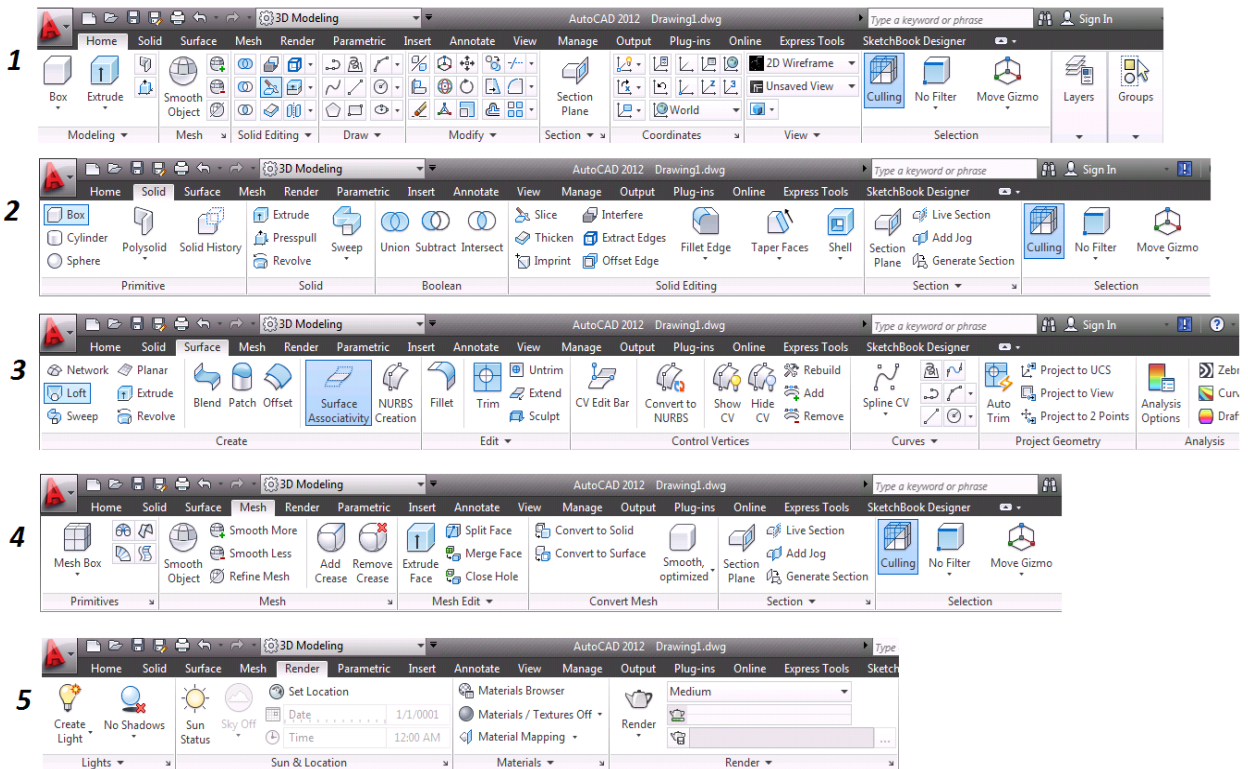

Figura 2.11 Cintas [Ribbons]
1. **Inicio [Home]:** En esta cinta se encuentran los comandos mas elementales a la hora de diseñar, como lo son: Modelado 3D, Mallas, Edición de Solidos, Dibujar, Modificar, Secciones, Coordenadas, Vista, Selección, Capas y Grupos (*figura 2.11*).
2. **Solido [Solid]:** Se encuentran las agrupaciones de solidos primitivos, operaciones, edición, sección y subobjetos (*figura 2.11*).
3. **Superficie [Surface]:** Aquí se encuentran comandos como lo son Agrupaciones de creación de superficies, edición de control de vértices, curvas, proyección de geometría y análisis (*figura 2.11*).
4. **Malla [Mesh]:** Aquí encontramos agrupaciones de mallas primitivas, mallas, editar mallas, convertir mallas (*figura 2.11*).
5. **Render [Render]:** Se cuenta con comandos como Agrupaciones de estilos visuales, visualización de bordes, luces, localización y sol, materiales y rende (*figura 2.11*).